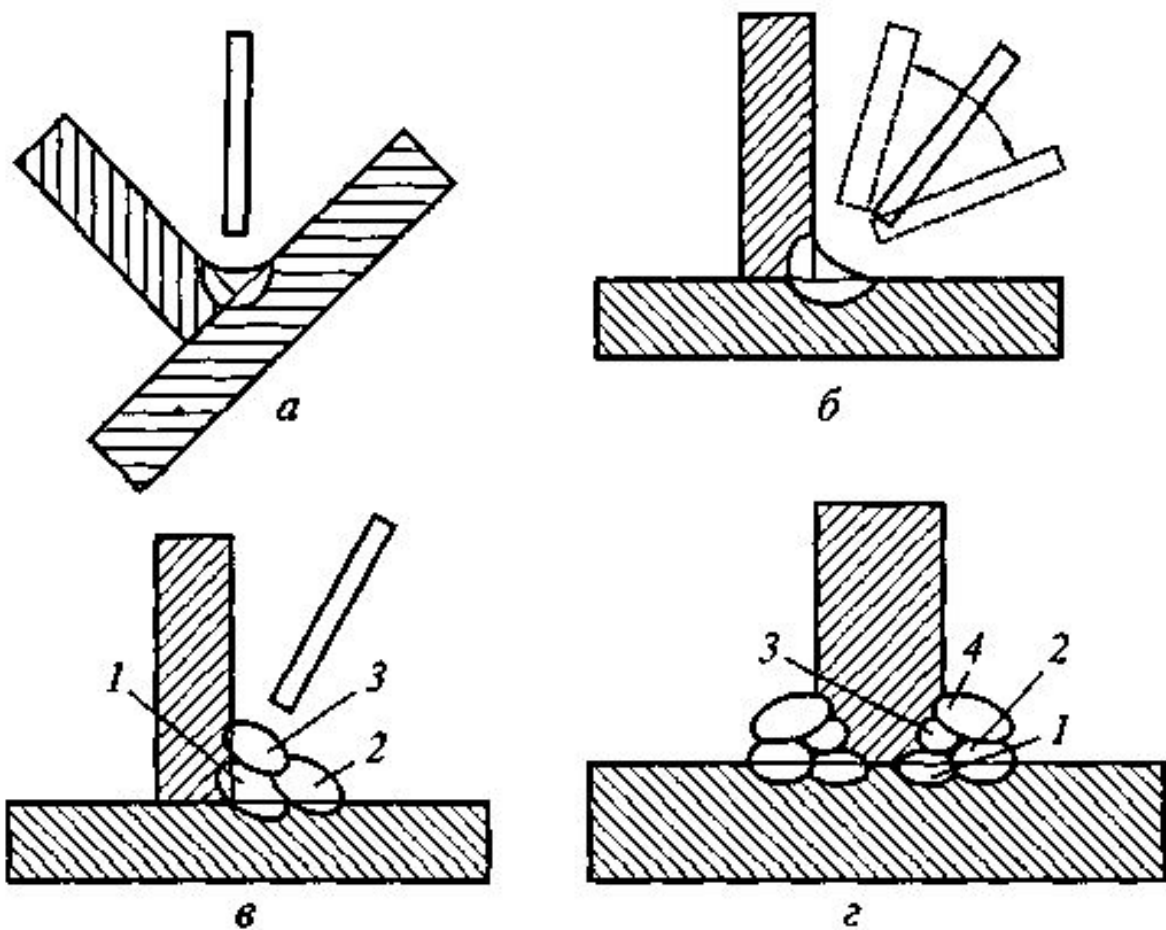

Рис. 10.11. Сварка угловых швов:
- * Угловые швы при одностороннем или двустороннем скосе кромок вертикального элемента (рис. 10.11, г) сваривают в один слой или в несколько слоев в зависимости от толщины свариваемого металла.